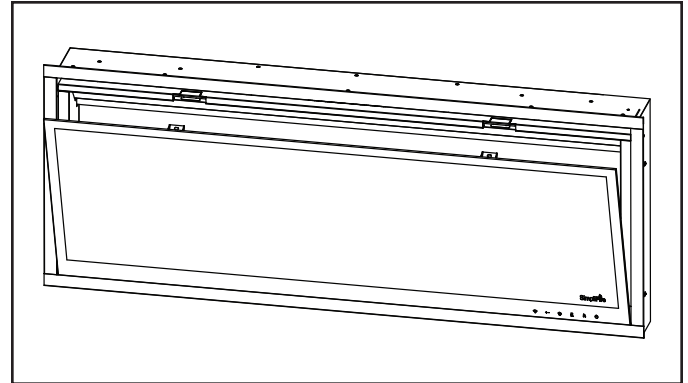

Figura 7.5 Instalación del vidrio
1. Inclíne el vidrio para colocar el borde inferior en el canal situado detrás de la moldura exterior. Consulte la Figura 7.5.